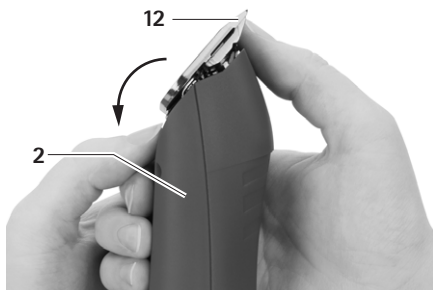

Fig. 4
- Déployer la tête de tonte 12 vers l'avant, voir Fig. 4.